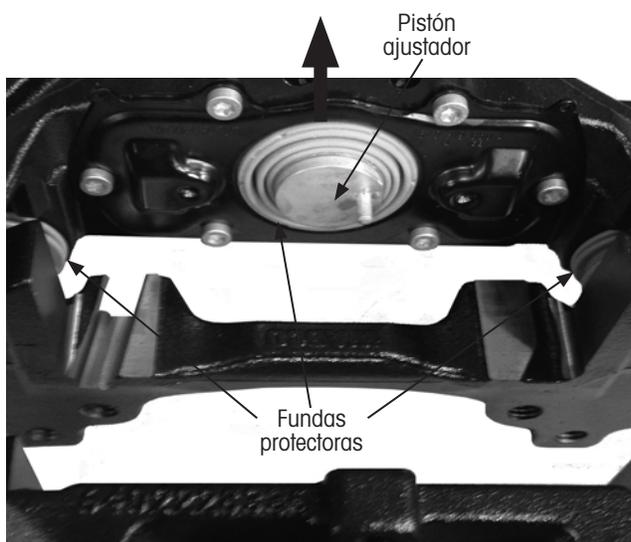

Figura 24: Empujando el caliper hacia el lado interior
**AVISO:** Una limpieza inadecuada puede provocar daños en las fundas de protección (Figura 24 en página 17). Esto debe evitarse.
5. **Revise** las fundas de protección (Figura 24 a la Figura 28) por desgaste y daños.